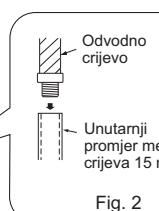

Fig. 2
- Ako je odvodno crijevo koje je isporučeno s unutarnjom jedinicicom prekratko, spojite ga s odvodnim crijevom (I) koje bi moralo biti dostavljeno na mjesto ugradnje. (Fig. 2)